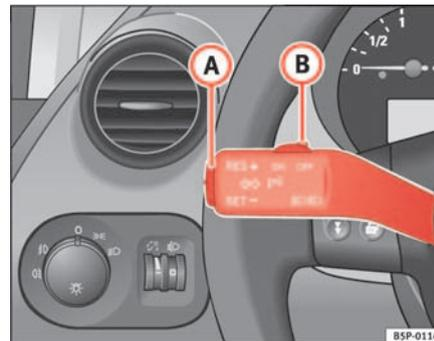

Fig. 140 Palanca de intermitentes y de luz de carretera: mando y tecla basculante para el regulador de velocidad ▶
- Cuando se haya alcanzado la velocidad que se quiere programar, pulse brevemente la parte inferior de la tecla basculante **SET** ⇒ página 177, fig. 140 **A** una vez.